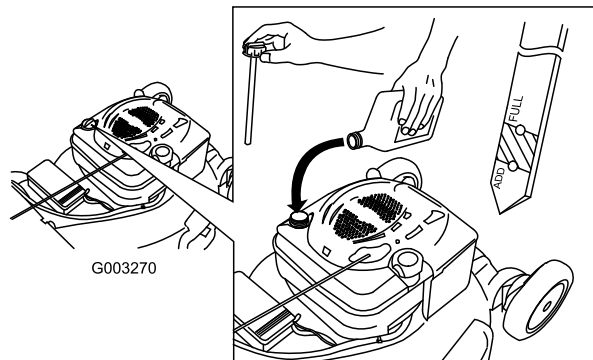

Рисунок 12
1. Выньте щуп для измерения уровня, вытрите его, и затем вставьте на полную глубину (Рисунок 12).
2. Выньте щуп и проверьте уровень масла (Рисунок 12). Если уровень масла находится ниже отметки Add (Добавить) на щупе, **аккуратно** залейте в отверстие горловины ровно столько масла, чтобы его уровень поднялся до отметки Full (Полный) на щупе. **Не допускайте переполнения картера.** Макс. объем масла: 20 унций. (0,59 л), тип: автомобильное моющее масло (SAE 30), имеющее классификацию API: SF, SG, SH, SJ, SL и выше.